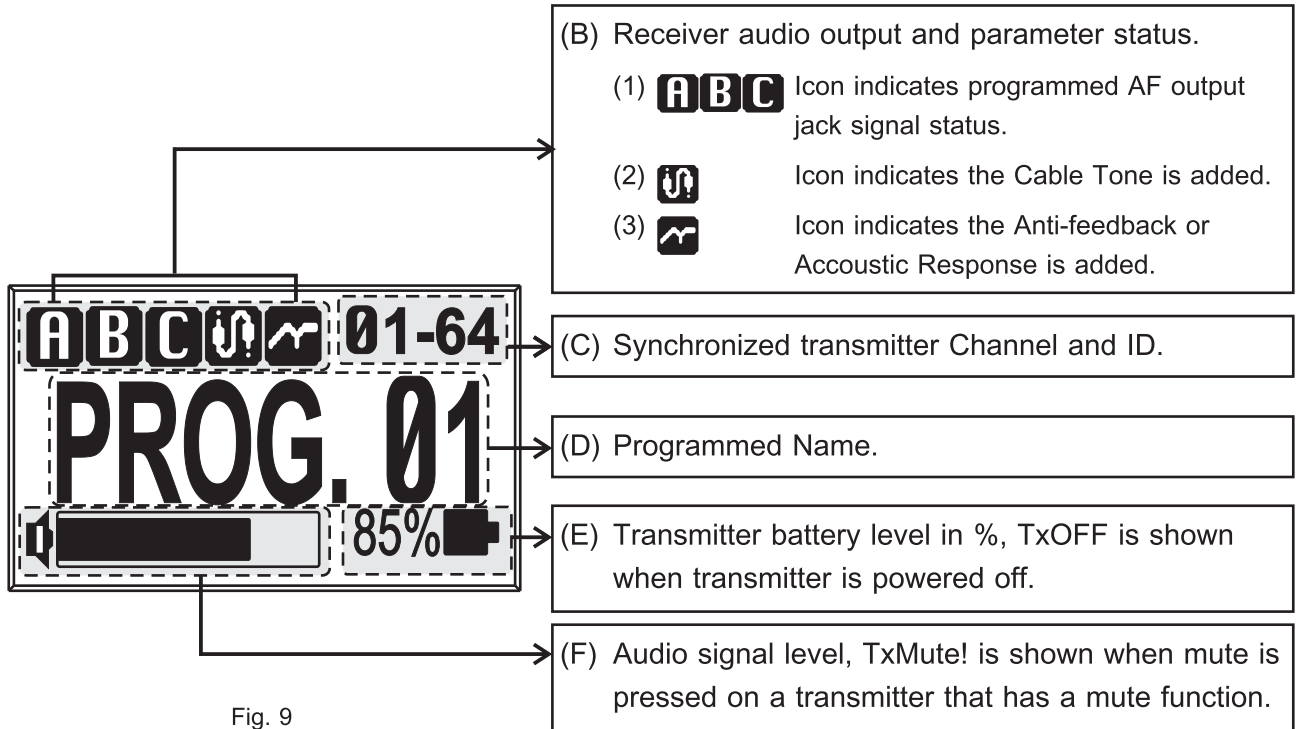

Fig. 9
(A) LCD displays parameters, Fig. 9: